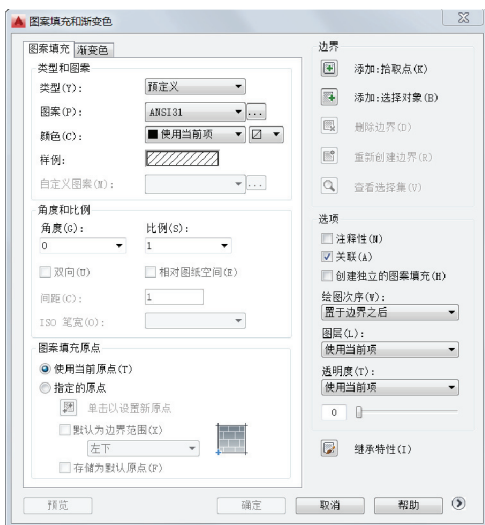

图 2-64 “图案填充和渐变色”对话框
1) 在 AutoCAD 2016 中,如果关闭了功能区,那么从菜单栏中选择“绘图”→“图案填充”命令,系统将弹出图 2-64 所示的“图案填充和渐变色”对话框。